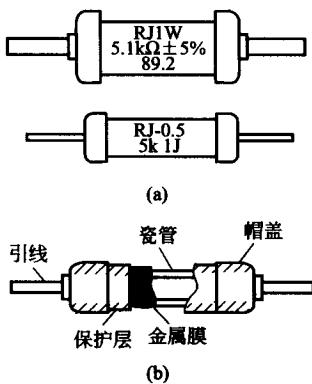

图 1-2 金属膜电阻器
b. 金属膜电阻器（型号 RJ）。金属膜电阻器的外形如图 1-2(a) 所示，内部构造如图 1-2(b) 所示。金属膜电阻器的主要特点是耐热性能好，其额定工作温度为 70℃，最高可达 155℃。